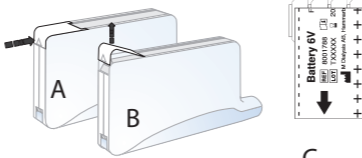

Fig. 2. A: Tapa de la batería cerrada
1. Abrir la tapa de la batería presionando con el pulgar en la dirección de la flecha (ver Fig.2).